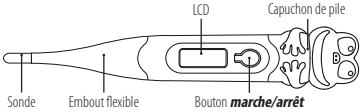

Figure 1 : Composants du thermomètre numérique
- Appuyez sur le bouton *Marche/Arrêt* situé à côté de l'écran LCD de la figure 1. Un signal sonore retentit lorsque l'écran affiche **188.8.5**, suivi de la dernière température enregistrée. Après avoir affiché la température d'autotest, le thermomètre est maintenant en mode de test.